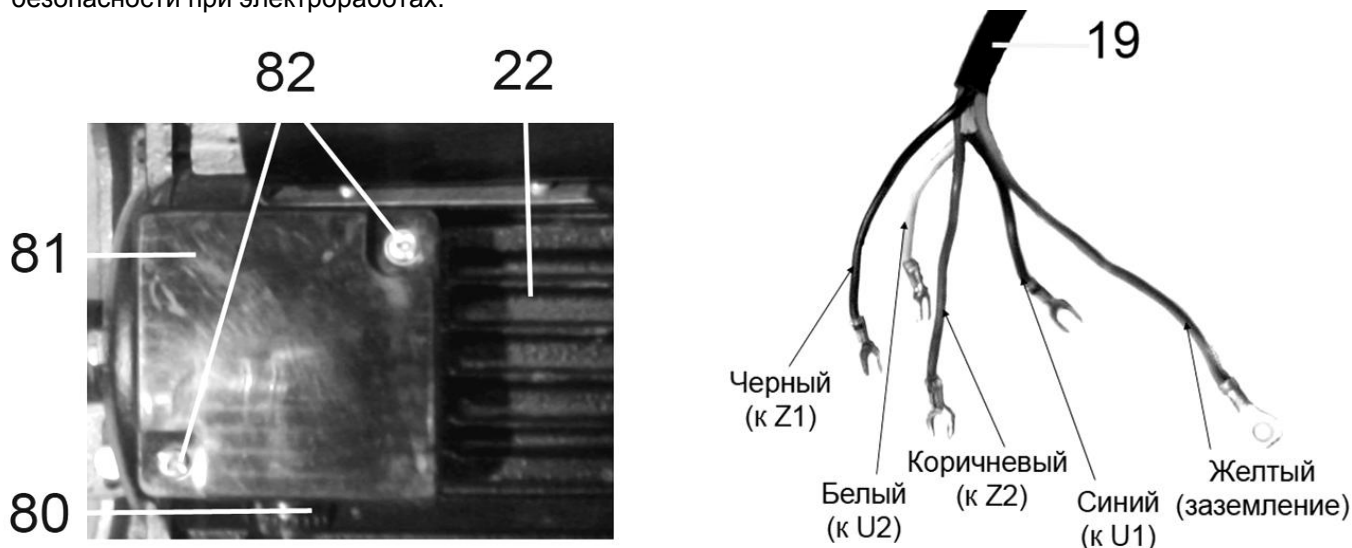

Рис. 18
4.4. Подключение электродвигателя станка 5630 (Рис.18А – 19А)
Подсоединение шнура питания (19) (Рис. 18А) в клеммной коробке электродвигателя (22) (Рис. 18А) должен производить электрик, имеющий соответствующую квалификацию, соблюдая все правила безопасности при электроработах.
- Выкрутите два установочных винта (82) (Рис. 18А), демонтируйте крышку клеммной коробки (81) (Рис. 19А). Через входное отверстие (80) (Рис. 18А) вставьте шнур питания (19) (Рис. 18А).
- Для правильного подсоединения, выводы шнура питания (19) (Рис. 18А) имеют разную длину и расцветку. Всего шнур питания имеет 5 выводов разных цветов: белый, черный, синий, коричневый, двухцветный – желтый - зеленый (заземление).